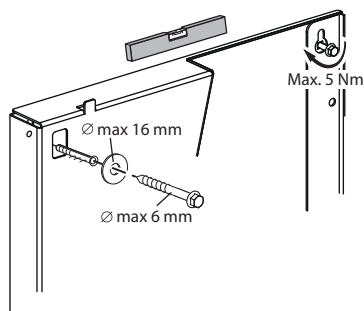

Fig. 3: Montage mural
- Raccorder à des réseaux basse tension 230 V. En cas de raccordement à des réseaux IT (isolé-terre), vérifier impérativement que la tension entre les phases (L1-L2, L2-L3, L3-L1 → Fig. 3) n'excède pas 230 V.